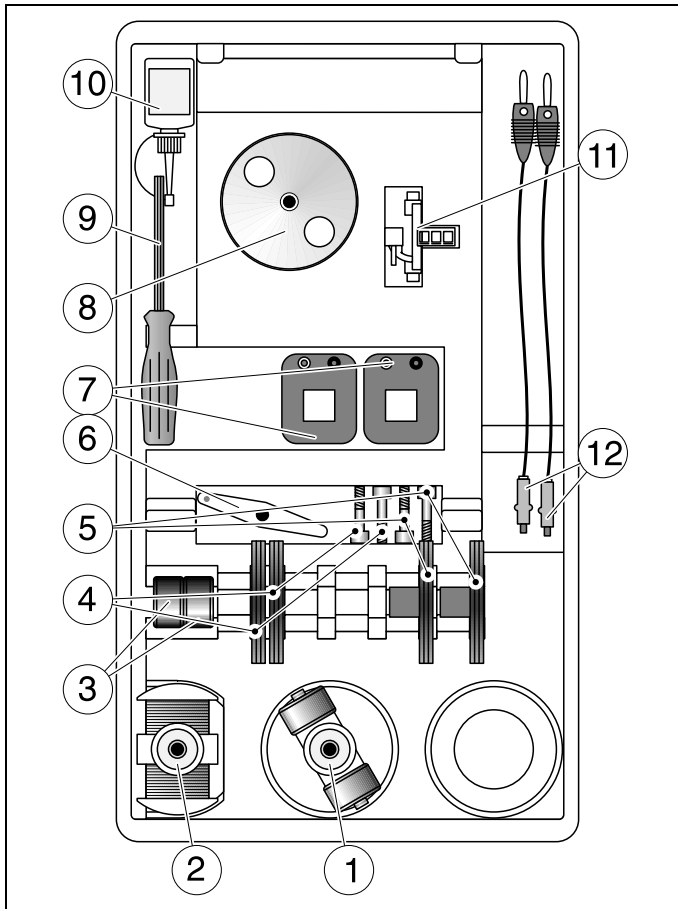

Fig. 1
- Zur Befestigung von Polschuhen unbedingt Zentrierscheibe (563 17, Fig. 1 ⑧) verwenden, um spätere Beschädigung durch Rotoren zu vermeiden.
- When attaching pole pieces, always use the centering disk (563 17, Fig. 1 ⑧) to prevent subsequent damage from the rotors.